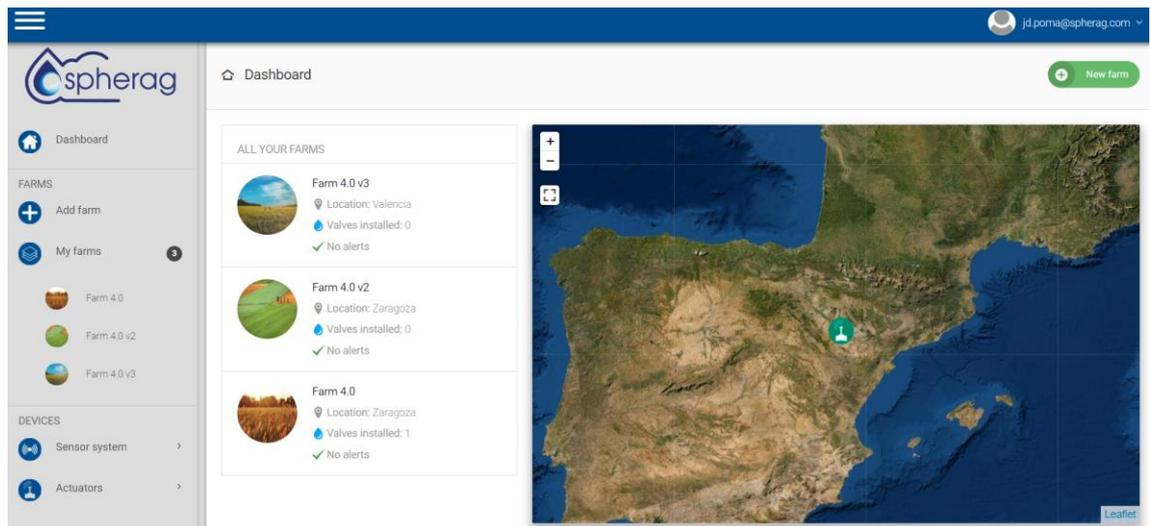

Figure 13 Affichage du panneau de contrôle
- Dans le menu de gauche, vous pouvez accéder à vos fermes à partir du « panneau de contrôle » et de « Mes fermes », comme le montre Figure 13. Appuyez sur la ferme à qui vous voulez accéder.